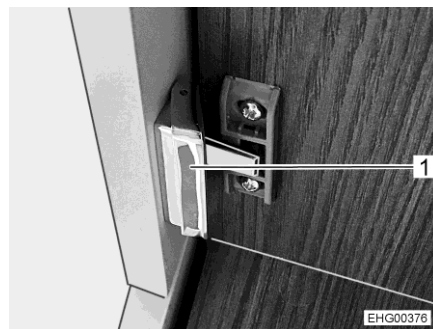

Bild 62 Låshandtag
- Tryck på låshandtaget (Bild 62,1) och ta samtidigt tag bakom skåpluckan.